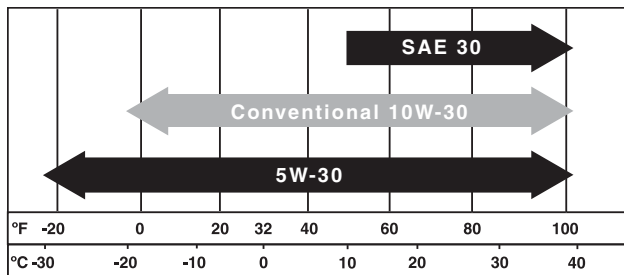

Figura 25 – Aceite recomendado
1. Utilice únicamente el aceite del motor que se especifica en la *Figura 25*.
6. Seleccione el aceite de motor correcto según lo especificado en la Figura 25.